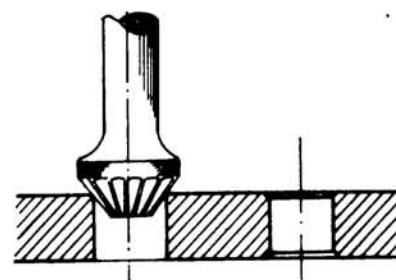

Fig. 2
1) En remaches con cabeza plana o redonda, se deben avellanar ligeramente los bordes de los agujeros (fig. 2), con el objeto de eliminar las rebabas.